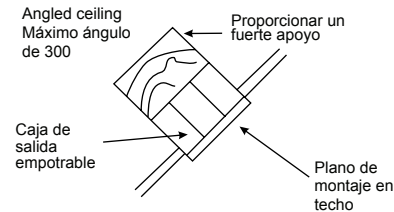

Fig. 3
**Nota:** Debe utilizar una varilla descendente de 12" o más para una pendiente de 30o (ángulo máximo de 30o). (Fig. 3)